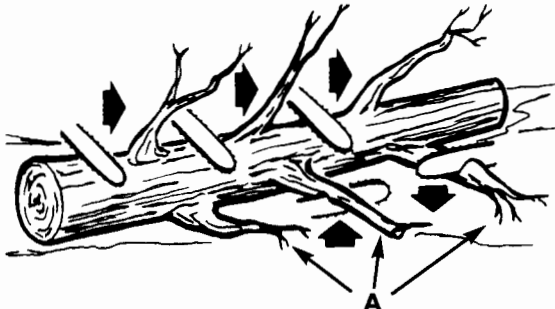

Fig. 16
Nous entendons par ébranchage le fait de débarrasser un arbre abattu de ses branches. Ne pas scier les branches de support (A) avant le tronçonnage de l'arbre (Fig. 16). Les branches sous tension devraient être sciées de bas en haut pour éviter de coincer la chaîne.